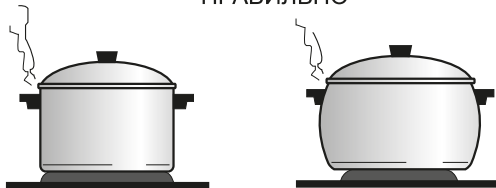

Рис. 2
- **ПОМНИТЕ!** для БЫСТРОГО ПРИГОТОВЛЕНИЯ ПИЩИ ПОСУДА ДОЛЖНА ИМЕТЬ ПЛОСКОЕ ДНО, ХОРОШО ПРИЛЕГАЮЩЕЕ К ПОВЕРХНОСТИ КОНФОРКИ. Диаметр посуды должен равняться или быть немного больше диаметра конфорки (рис. 2).